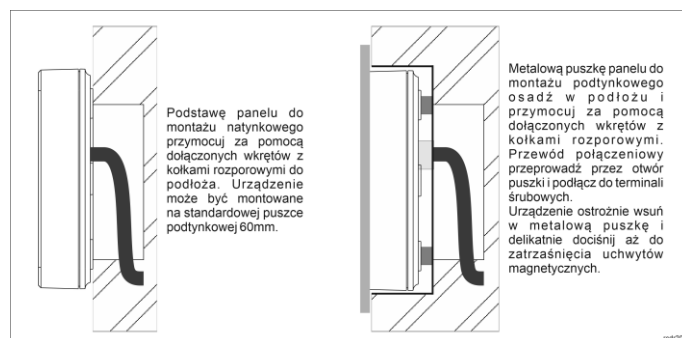

Rys. 2 Podłączenie panelu do interfejsu w celu aktualizacji oprogramowania
W celu aktualizacji oprogramowania firmowego urządzenie należy podłączyć do komputera za pośrednictwem interfejsu RUD-1 (rys. 2) i uruchomić program narzędziowy RogerVDM. Plik z aktualnym firmware dostępny jest na stronie [www.roger.pl](http://www.roger.pl).
1. Podłącz urządzenie do interfejsu RUD-1 zgodnie z rys. 2, a interfejs RUD-1 do portu USB komputera.